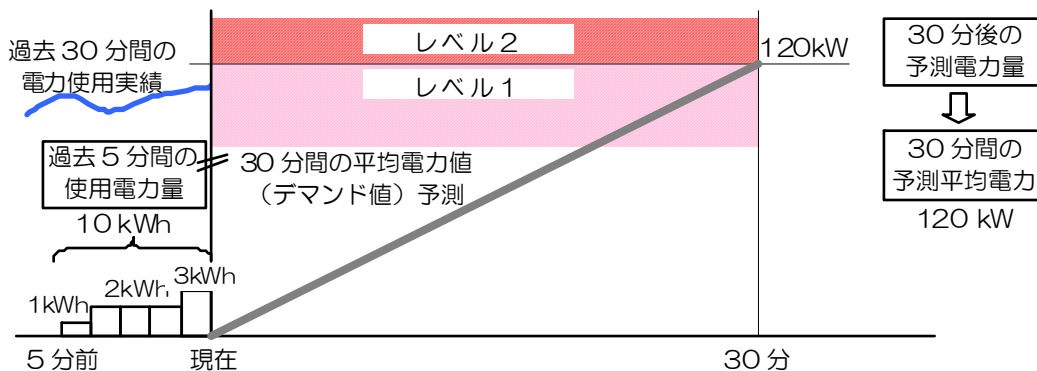

図 7-9 レベル予想図
例えば図 7-9 において、現在 [過去 30 分間の使用実績] により省エネレベル 1 の制御を実施していたとします。このとき、①式より [過去 5 分間の使用電力量] から 30 分後の予測値を算出すると、省エネレベル 2 の領域に達してしまいます。この場合、省エネ制御レベル 2 で設定した省エネ制御を実行することになります。